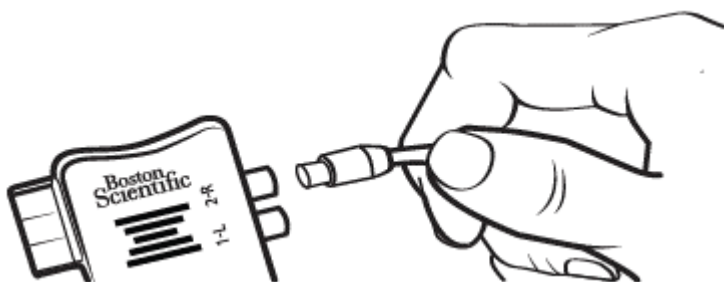

Рисунок 16. Соединение кабеля для операционной на 1x8 контактов с НТС 2 и адаптером НТС
4. Вставьте кабель для операционной с удлинителем в порт адаптера НТС с маркировкой «1-L» (рисунок 16).